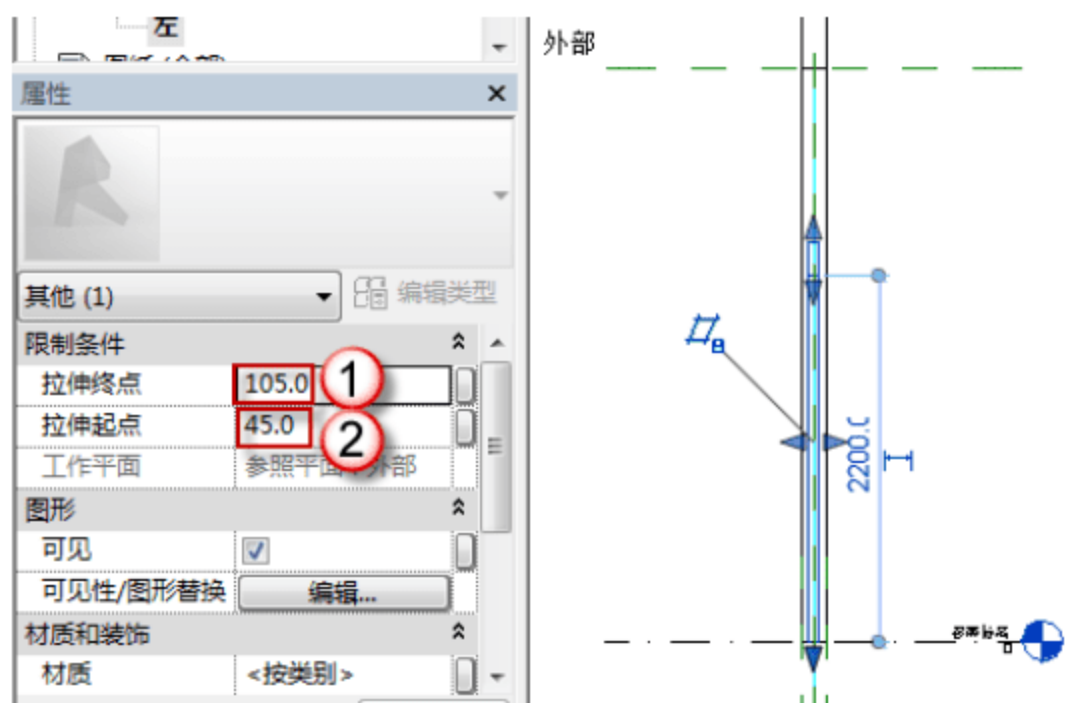

图 6.2.12 修改门框的位置及厚度
(11) 修改 FM1534 乙门框的位置及厚度。选择绘制好的门框，打开“属性”面板，在“拉伸终点”中输入“105”字样，在“拉伸起点”中输入“45”字样，如图 6.2.12 所示。